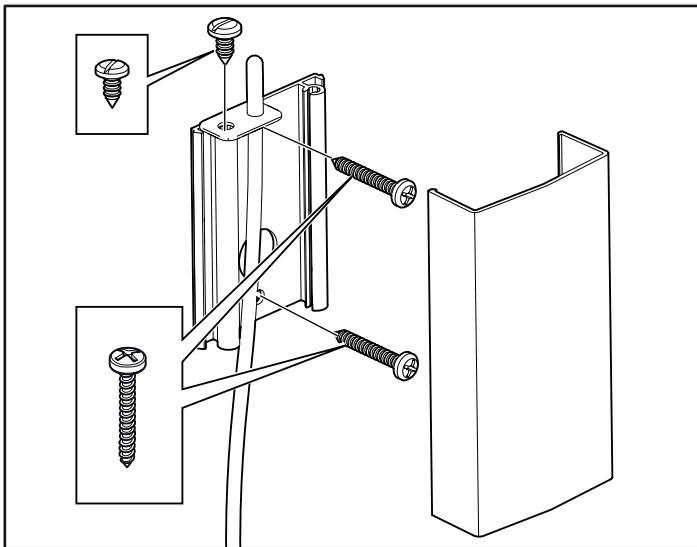
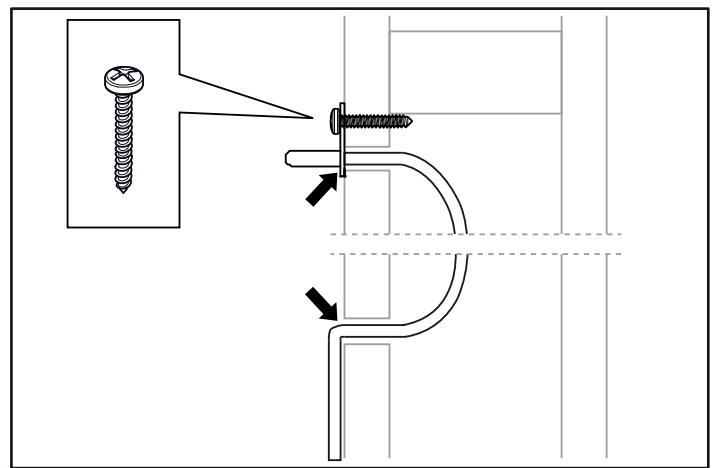

Abb. 15: Montage des Sensors
Abb. 16: Abdichten von ggf. gebohrten Löchern
13. Befestigen Sie den Sensor an der Wand, siehe Abb. 15. Die Thermistorleitung kann auch durch die Wand verlegt werden. Dichten Sie ggf. gebohrte Löcher in der Wand hinter dem Sensor ab, siehe Abb. 16, Seite 17. Die Thermistorleitung kann außerhalb der Sauna mit einer abgeschirmten zweidrähtigen Schwachstromleitung verlängert werden.